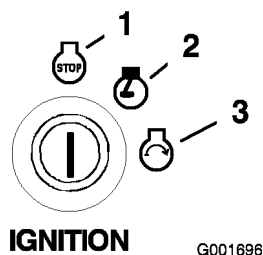

Bild 14
6. Drehen Sie den Zündschlüssel auf „Start“ (Bild 14). Lassen Sie den Schlüssel los, sobald der Motor anspringt.
4. Stellen Sie den Zündschlüssel in die Aus-Stellung und ziehen Sie ihn ab (Bild 14).